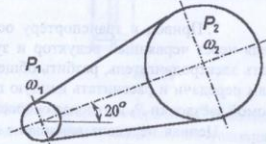

Рис. 17
4. Рассчитать плоскоременную передачу (рис. 17). Мощность на ведущем валу P_1 , угловая скорость ω_1 и угловая скорость ведомого шкива ω_2 приведены в табл. 17. Расстоянием между центрами шкивов, а также режимом работы передачи задаться.